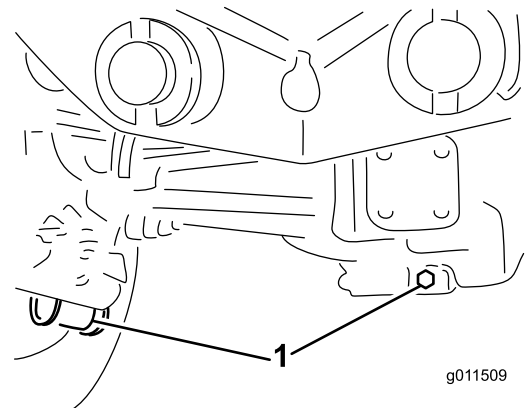

図 109
2. ドレンプラグそれぞれの端部に1本ずつ、中央に1本全部で3本の周囲をきれいにする 図 109。